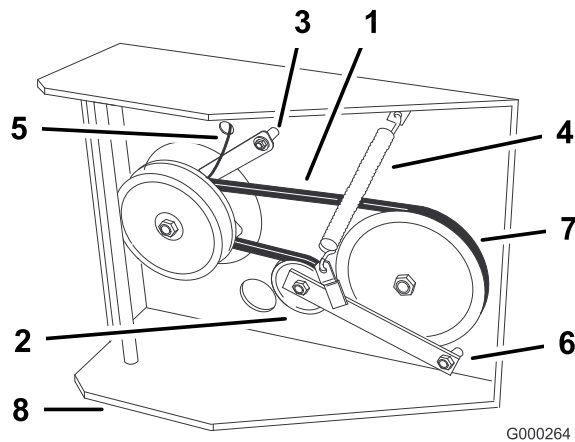

Figure 43
7. Détachez le dispositif de retenue de l'embrayage du plancher moteur (Figure 43).
8. Décrochez le ressort de tension sur le côté du cadre (Figure 43).
12. Placez le ressort de tension entre le bras de tension et la patte du cadre (Figure 43).
13. Reposez le dispositif de retenue de l'embrayage sur le plancher moteur (Figure 43).